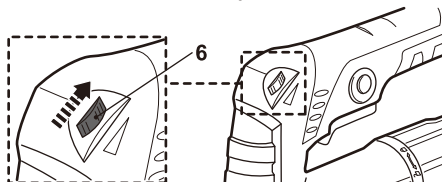

Fig. 9
> Tournez le bouton de réglage de la vitesse (6) vers la droite (comme sur l'illustration) pour diminuer la vitesse maximum (Fig. 9).